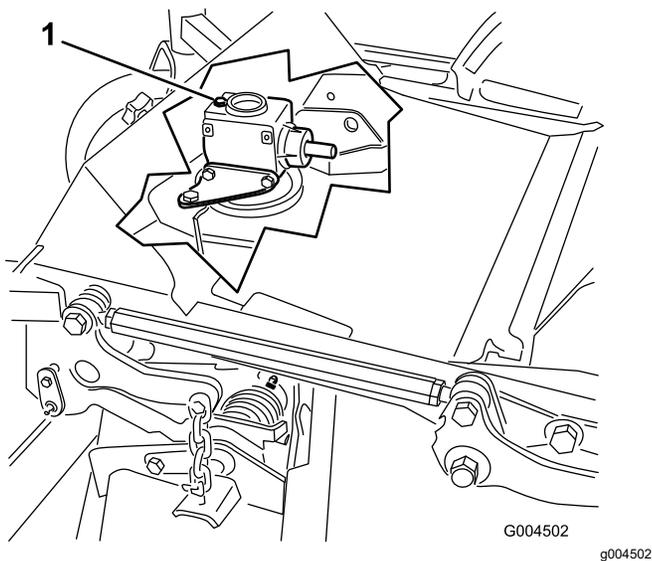

Figura 31
6. Retire a vareta/tampão de enchimento da parte superior da caixa de engrenagens e verifique se há lubrificante entre as marcas da vareta (Figura 31).
6. Retire a vareta/bujão de enchimento da parte de cima da caixa de engrenagens (Figura 31).